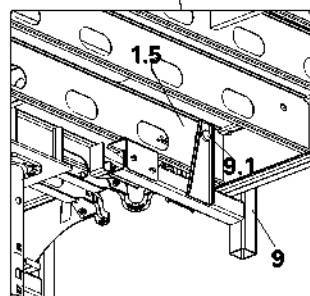

Fig. A9.04a
Colocar o suporte de guarda-corpo (9) no orifício previsto na falha externa C (1.5) do painel. (Fig. A9.04a)
(Fig. A9.04a)